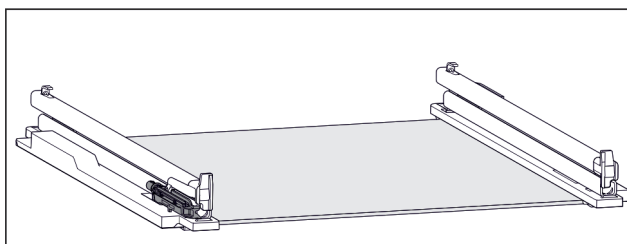

Fig. 137 Tlumicí jednotka
- K levé kolejničce je připevněna tlumicí jednotka. (viz Fig. 137)